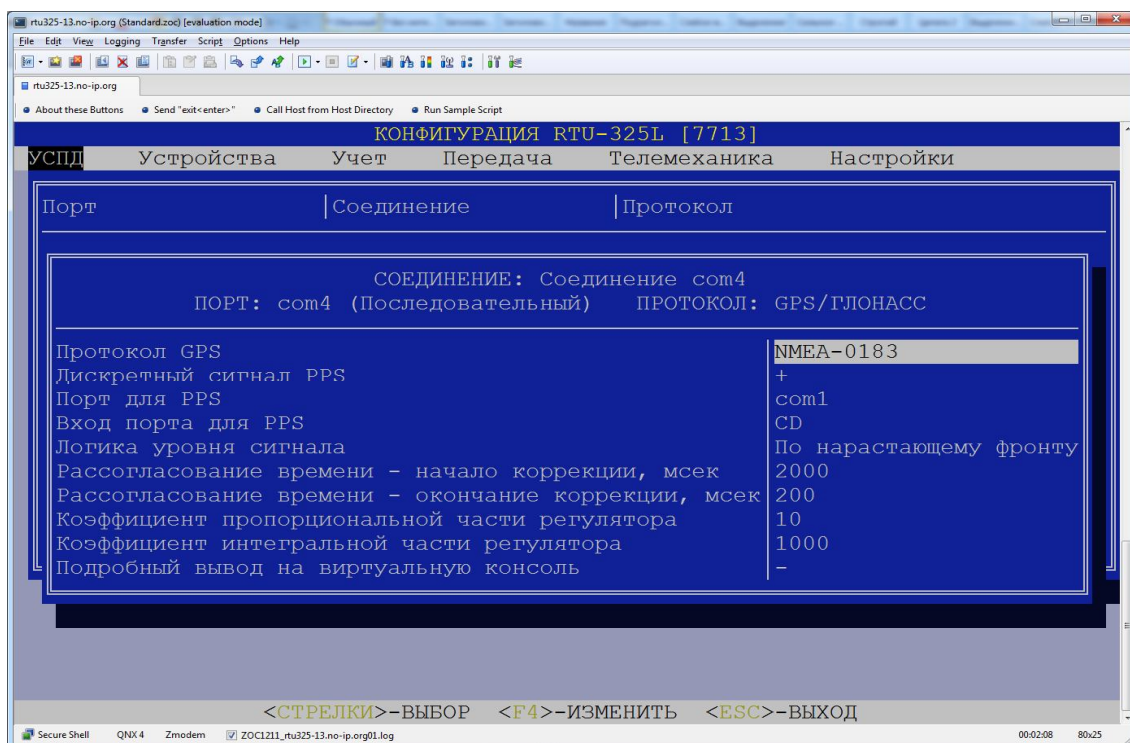

Рисунок 6
6.4.1.3. Выбрать в позиции протокол GPS-NMEA-0183. Выбрать в позиции дискретный сигнал PPS знак + (рисунок 6)